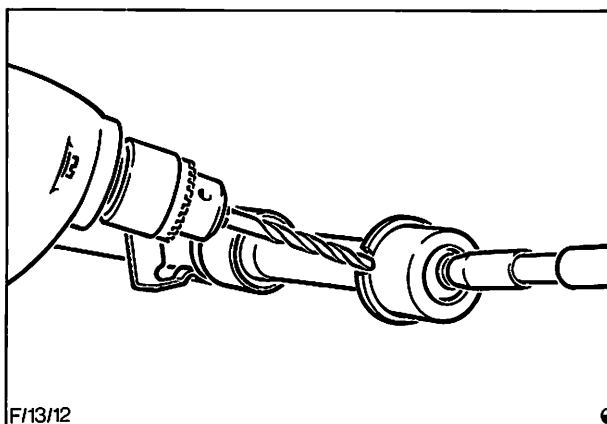

Abb. 45 Bohrung für den Sicherungsstift bohren
43. Eine 4 mm Bohrung in der Mitte der Trennfuge Kontermutter – Kugelpfgehäuse, anbringen. Bohrtiefe: 9 mm, Abb. 45. Darauf achten, daß keine Bohrspäne in das Gehäuse gelangen.